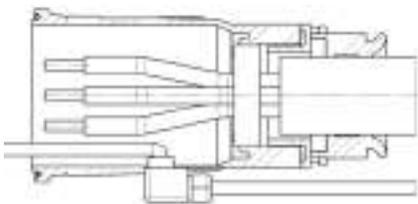

Abb.56: Winkelkabelverschraubung
4. Für 160A -250A C-Line Hochstromsteckkontakte Winkelkabelverschraubung für das Pilotkabel gemäss Abb. 56 vorsehen.